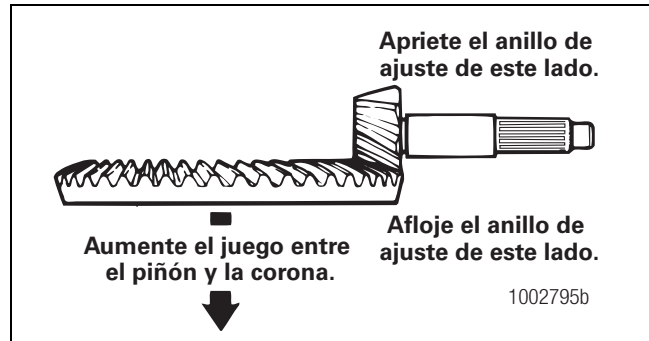

Figura 5.45
- **Para aumentar el juego entre el piñón y la corona:** Aleje del piñón de mando la corona. Figura 5.45.